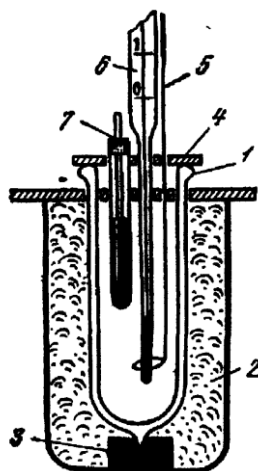

Рис. 1.1. Схема калориметру:
**Калориметр.** Тепловий ефект реакції вимірюють у спеціальних приладах – калориметрах, спостерігаючи за зміною температури  $\Delta T$  при протіканні реакції. Для роботи користуються калориметром, що дозволяє робити визначення теплових ефектів із відносною похибкою 2-5 % при зміні температури не менш 0,5 °С. Калориметр складається з калориметричної посудини й ізолюючої системи. Схему найпростішого калориметра наведено на рис. 1.1.